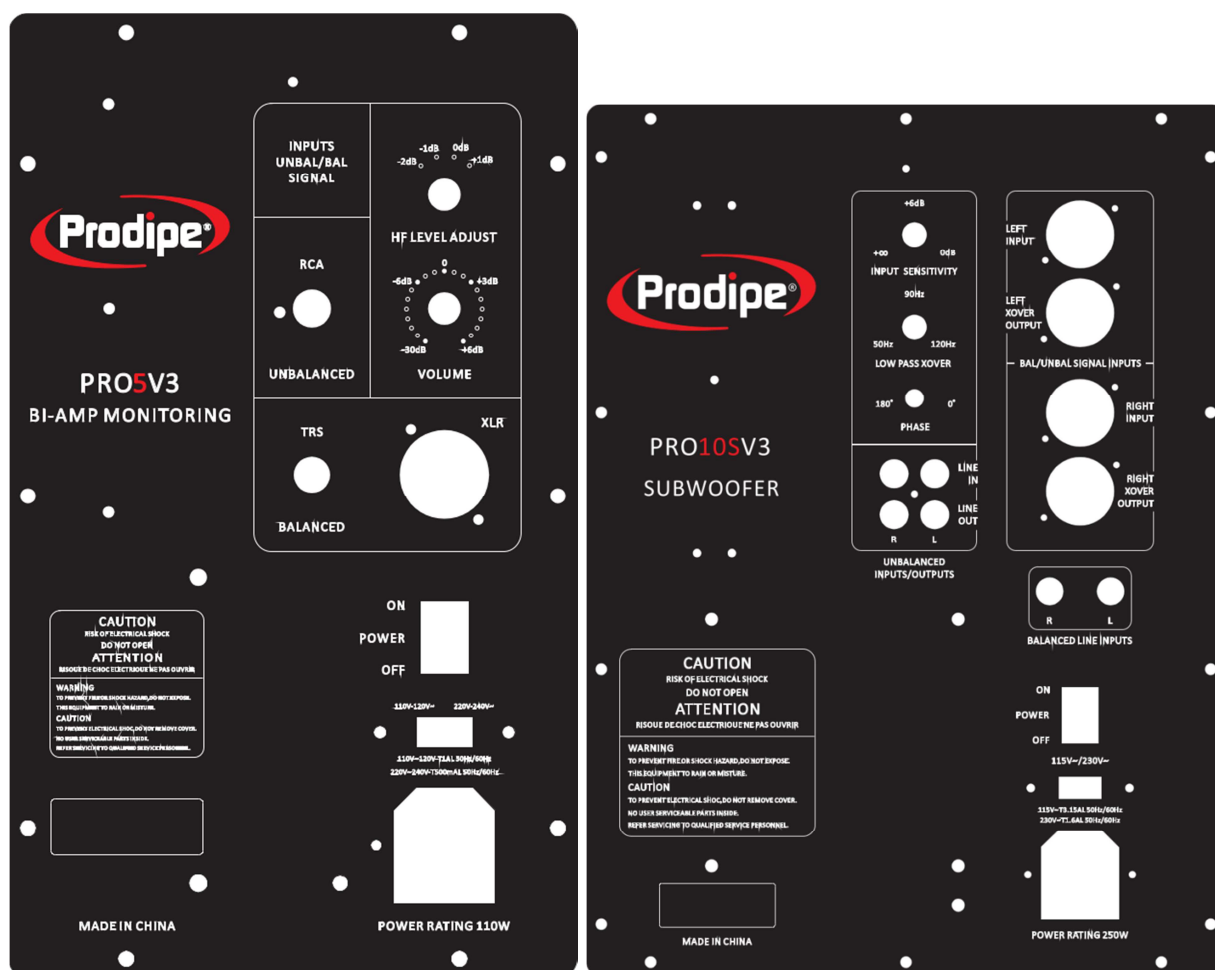

Figure 1 – Plaque arrière d'une Pro5 V3 ou Pro8 V3 et d'un Pro10s V3
- 9) Utilisez uniquement avec le chariot, le pied, le support, le trépied ou la table spécifié(e) par le fabricant ou vendu (e) avec l'appareil. Lorsque vous utilisez le chariot, faites attention lorsque vous déplacez l'ensemble (chariot + appareil) à ce qu'il ne se renverse pas (figure 1), vous pourriez vous blesser.
(Figure 1)